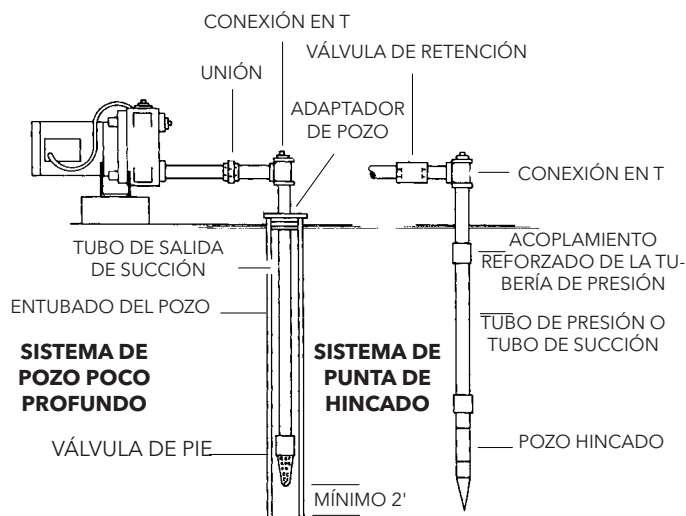

FIGURA 2
AVISO Los accesorios para la instalación de un pozo poco profundo, tales como válvulas de pie, adaptadores de pozo, acoplamientos, juntas y tuberías, pueden comprarse separadamente. Su bomba de inyección Red Jacket puede adaptarse horizontalmente para pozos poco profundos o sistemas de punta de hincado. Vea la Figura 2.
Paso 1. Para asegurar un cebado continuo en un sistema de pozo poco profundo, (izquierda-Figura2) se debe instalar una válvula de pie. En un sistema de punta de hincado, (derecha-Figura 2) se debe instalar una válvula de retención tan cerca de la bomba como sea posible. Examine la válvula de pie o la de retención para comprobar que estén limpias y correctamente alojadas.
Paso 5. Conecte una T de 1¼" u otro adaptador apropiado en la unión de los tubos de succión horizontal y vertical, tal como se ilustra en la Figura 2. La T se puede usar para limpiar el pozo.